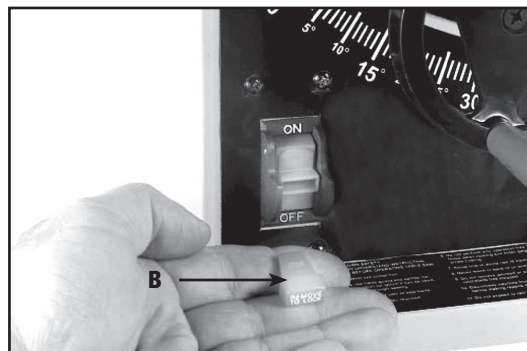

Fig. 28
**IMPORTANTE:** Cuando la herramienta no se utilice, bloquee el interruptor en la posición de “APAGADO” (OFF) para prevenir el uso no autorizado. Para bloquear la herramienta, tome la palanca del interruptor (B) y hale del interruptor hacia afuera (Fig. 28). Al quitar la palanca del interruptor (B), éste no operará. Sin embargo, si se extrajera la palanca del interruptor mientras la sierra está funcionando, la máquina se puede “APAGAR”, pero no se puede volver a encender sin reinsertar la palanca del interruptor (B).